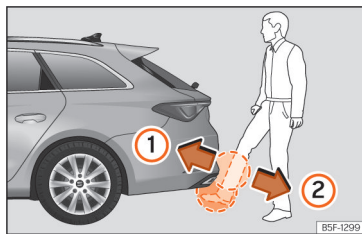

Fig. 83 Portón del maletero con apertura controlada por sensor (Easy Open).
- Con un movimiento rápido, acerque un pie y la parte inferior de la pierna lo más posible al paragolpes. La parte inferior de la pierna tiene que acercarse a la zona del sensor superior, y el pie, a la zona del sensor inferior » fig. 83 ①.
• Retire rápidamente el pie y la parte inferior de la pierna de las zonas de los sensores » fig. 83 ②. El portón trasero se abre automáticamente.